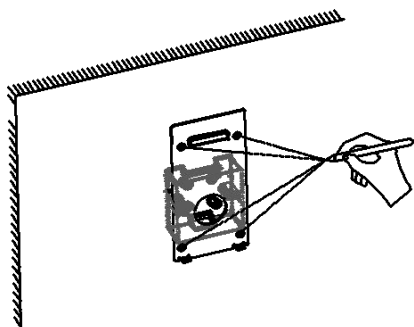

图 2-2
- 2、用记号笔通过安装板上面的四个螺丝孔位，在墙上做好记号，如图 2-2 所示